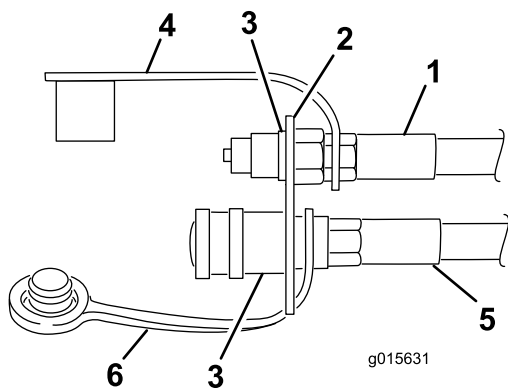

図 17
3. ホースアセンブリをメスカップラに固定する 図 17。
4. ダストキャップ 図 17 のループ部に、後バルブフィッティングから来ている油圧ホースを通す。
6. ホースの端部をカップラブラケットの上穴に通す 図 17。